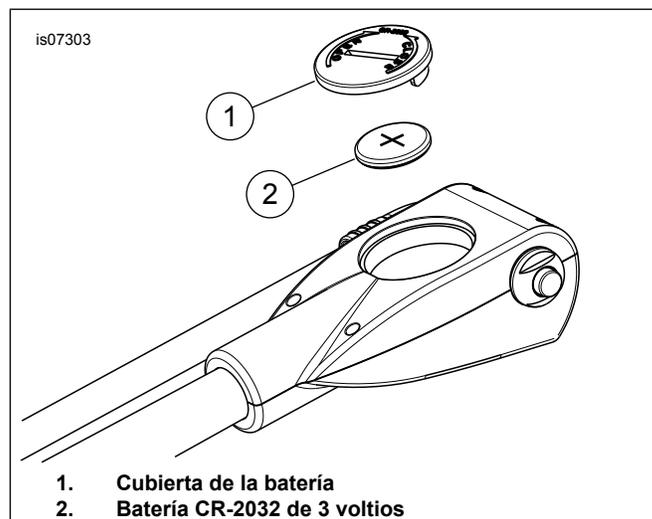

Figura 1. Batería CR-2032 de 3 voltios
- Vea Figura 1. La bomba viene empacada con un protector de baterías. Antes de que funcione la pantalla de la bomba, debe retirarse el protector de baterías. Retire la cubierta (1) y saque el protector de la batería (2).
- Si es necesario, reemplace la batería retirando la cubierta (1) y reemplazando la batería. Cámbiela por una batería CR-2032.